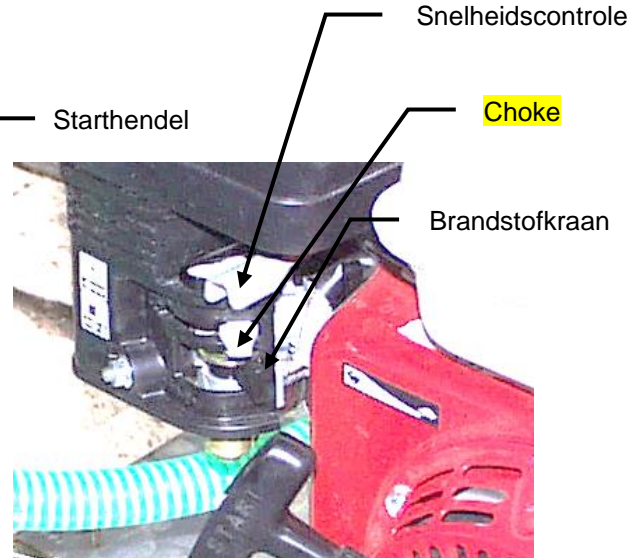

Fig. 3
- Open de brandstofkraan (afbeelding 3)
- - Activeer de choke (afbeelding 3)